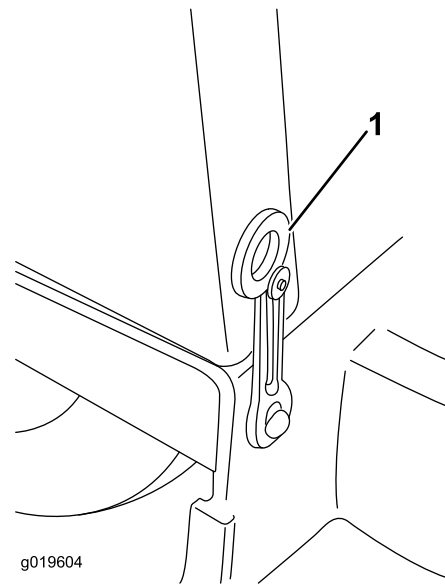

Figure 15
2. Décrochez les attaches de l'auvent (Figure 15) et déposez l'auvent.